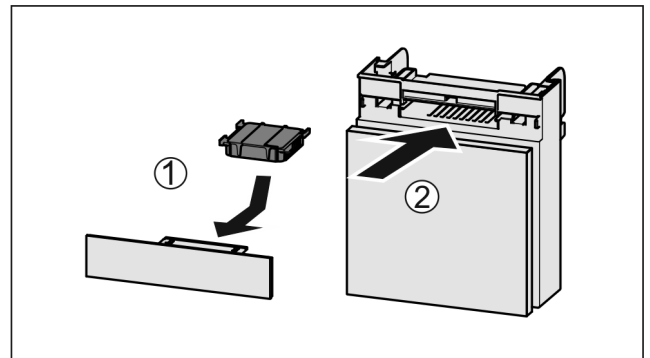

Fig. 35
- ▶ Introduzca el compartimento Fig. 35 (2).